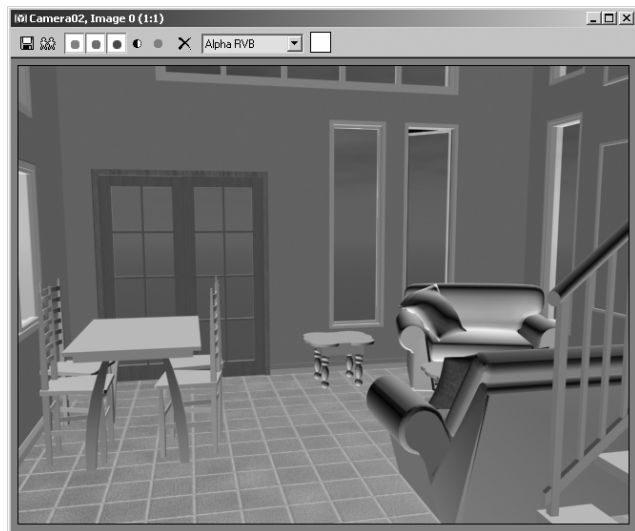

Fig.9.100
- [40] Pour voir le résultat, cliquez sur **Rendu rapide** dans la barre d'outils principale (fig.9.100).